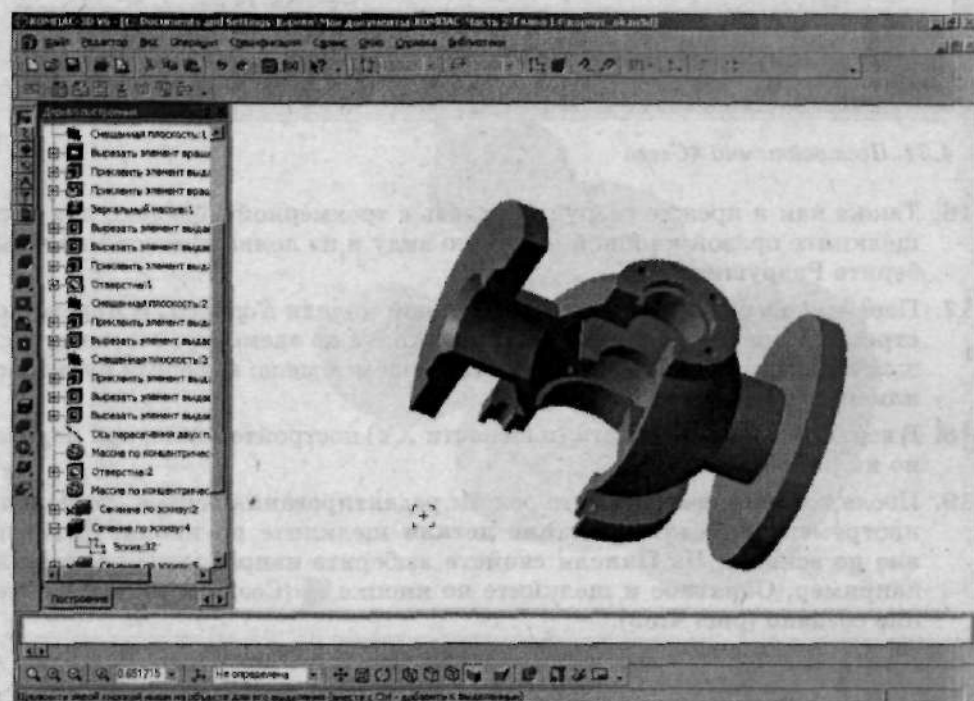

Рис. 4.50. Постройте сечение
14. Аналогично тому, как это было сделано ранее, постройте сечение, при этом направление отсекания выберите **Обратное**. Результат построения сечения показан на рис. 4.50.